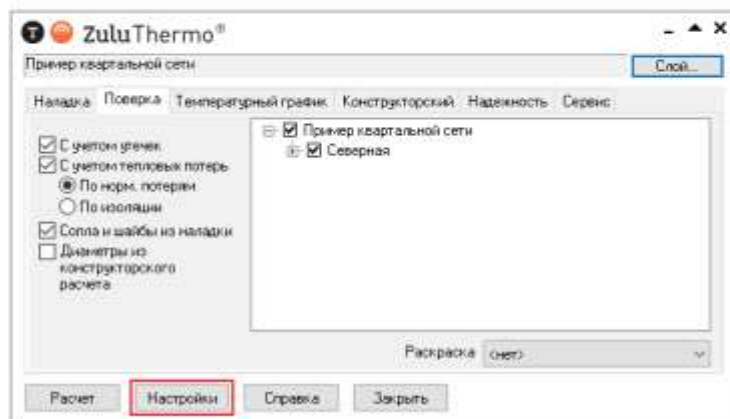

Рисунок 20.34. Панель теплогидравлических расчетов
1. Выбрать команду главного меню **Задачи**(ZuluThermo, либо нажать кнопку  панели инструментов. Откроется панель выполнения теплогидравлических расчетов (смотрите Рисунок 20.34, «Панель теплогидравлических расчетов»).